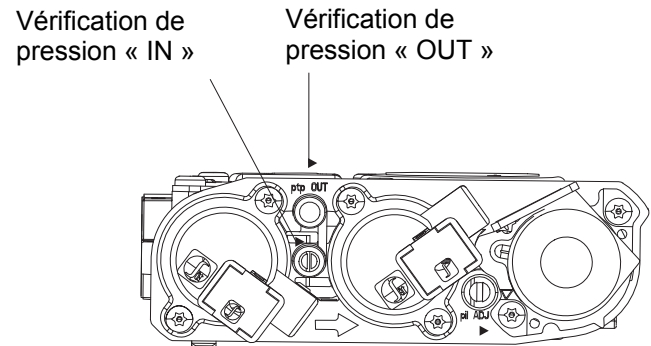

Figure 14 – Vérification de la pression au niveau de la soupape de gaz
4. Pour vérifier la pression de gaz au niveau de la soupape, tourner la vis de 2 ou 3 tours dans le sens contre-horaire et placer ensuite le tube sur le point de vérification. Tourner le bouton sur Haut. Voir *Figure 14*. Après avoir vérifié la pression, s'assurer de resserrer la vis dans le sens horaire. Ne pas forcer. Vérifier les points de vérification avec une solution d'eau savonneuse pour détecter toute fuite.